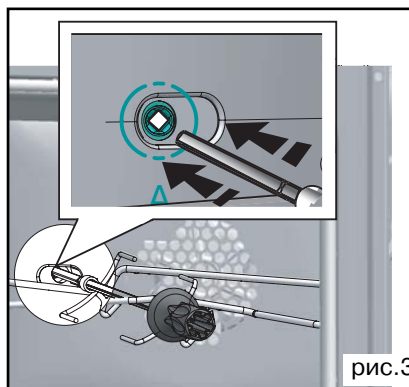

рис.3
- слегка нажмите, чтобы зафиксировать конец вертела в квадратном хвостовике, расположенном на задней стенке рабочей камеры духового шкафа (рис. 3).